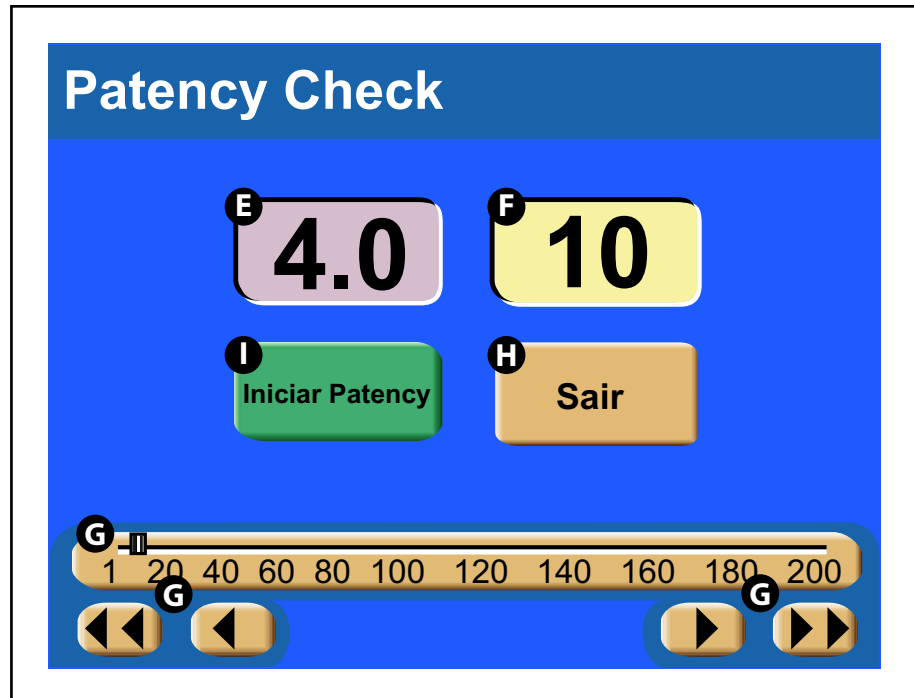

Figura 4-10-1 Tela Verificação de desobstrução (somente cabeça motorizada)
1. Pressione a tecla [Desobstrução] **C** (na Figura 4-10-1) localizada na tela ativa da cabeça motorizada. A tela é mostrada conforme a Figura 5-5-1.